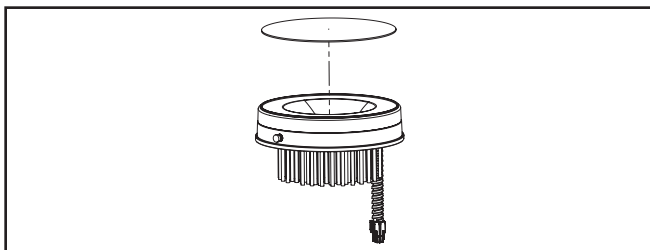

Figure 3.
2. Insérez la lentille dans le réflecteur blanc (Figure 3.).